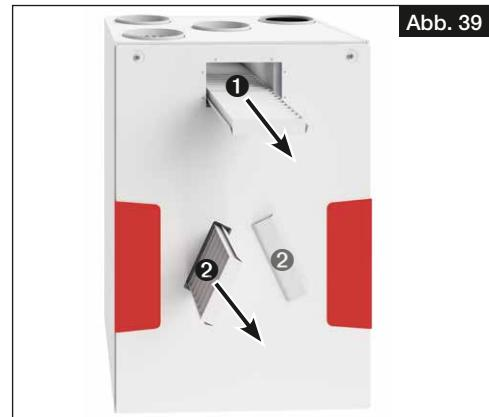

Abb. 39
2. Außenluftfilter ① nach vorne herausziehen und wechseln (s. Abb. 39).
4. Abluftfilter ② nach vorne herausziehen und wechseln (s. Abb. 39).